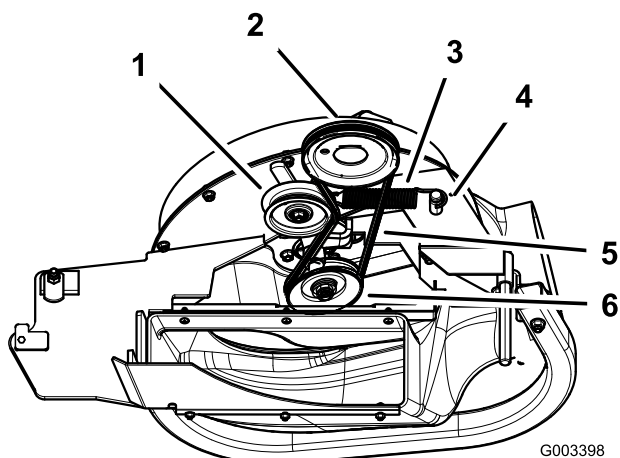

Figura 35
3. Tirate indietro la puleggia tendicinghia a molla, per allentare la tensione della cinghia (Figura 35).
5. Montate la nuova cinghia attorno alle pulegge del soffiatore e alla puleggia della scocca del tosaerba (Figura 35).
7. Tirate indietro la puleggia tendicinghia a molla e installate la cinghia nella puleggia tendicinghia a molla (Figura 35).